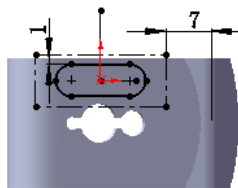

图 7.29 编辑草图
(4) 编辑草图, 如图 7.29 所示。退出草图环境, 完成成形特征 1 的创建。